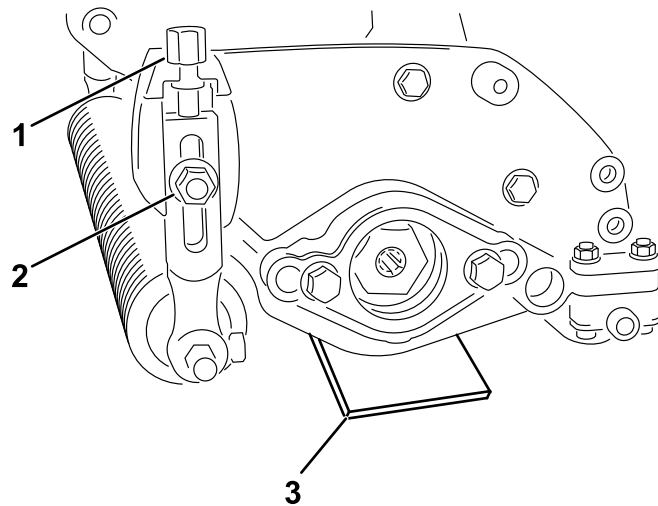

图 8
2. 在切根滚刀组的两端各放置一把厚度为刀片离地所需高度的调刀尺 (图 8)。
3. 让后滚筒接触水平地面同时旋松两个凸缘螺母 (图 8)。
4. 旋转剪草高度调节螺栓直至切根机的两端都靠近水平地面 (图 8)。